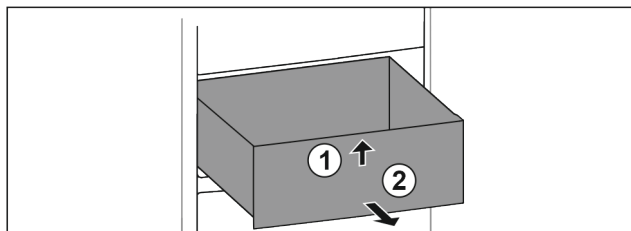

Fig. 64
- ▶ Løft skuffen fremefter. Fig. 64 (1)
- ▶ Tag skuffen ud fremefter. Fig. 64 (2)